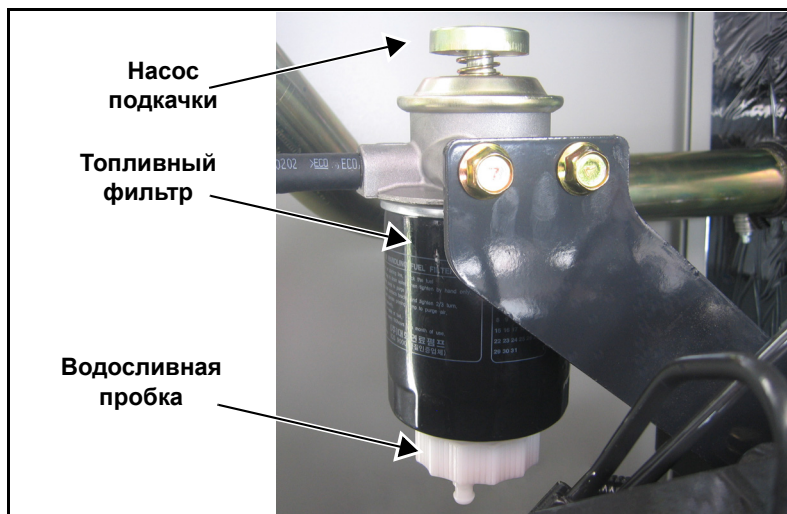

Рисунок 5-8. Слейте воду из топливного фильтра
1. Медленно открутите водосливную пробку. См. Рисунок 5-8.